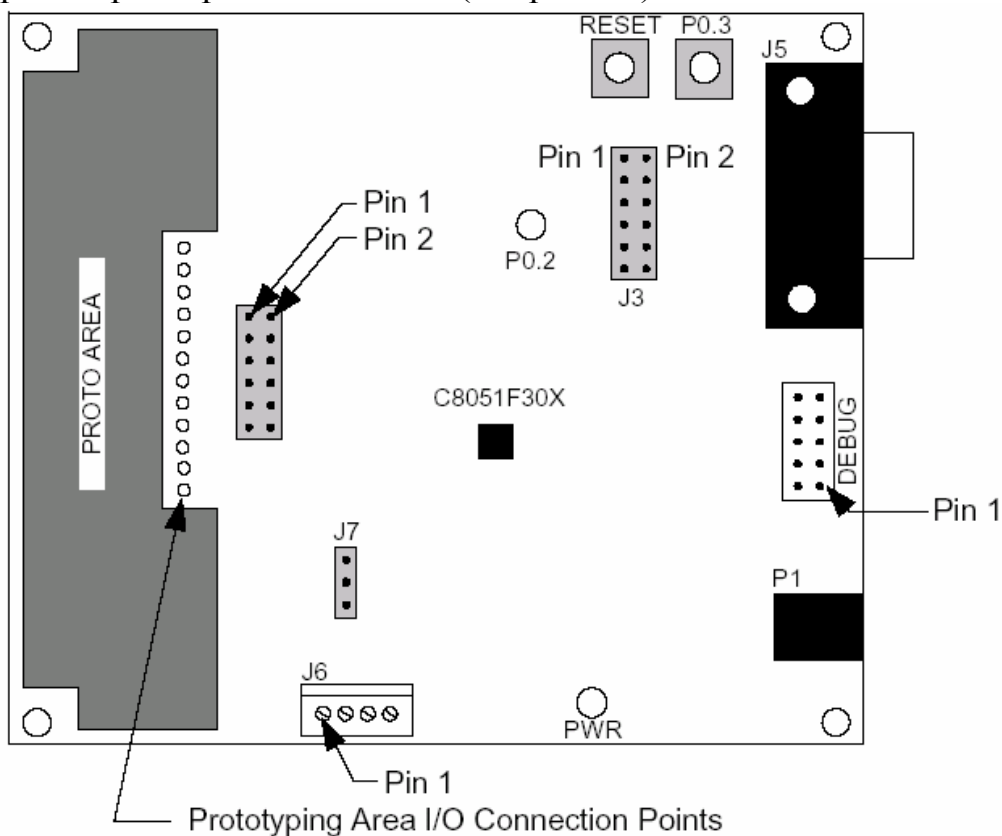

Рис. 17. Эволюционная плата C8051F300
- Собственно эволюционная плата с установленным микроконтроллером C8051F320 (см. рис. 17)